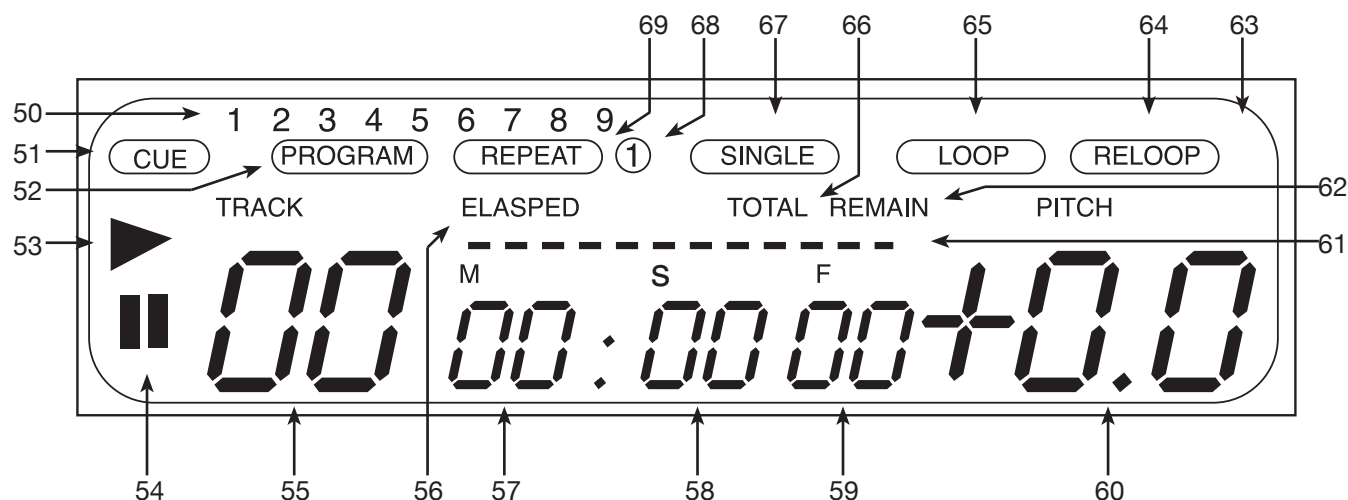

Figura 7
E. PANTALLA DE CRISTAL LÍQUIDO (VISOR LCD)(FIGURA 7)